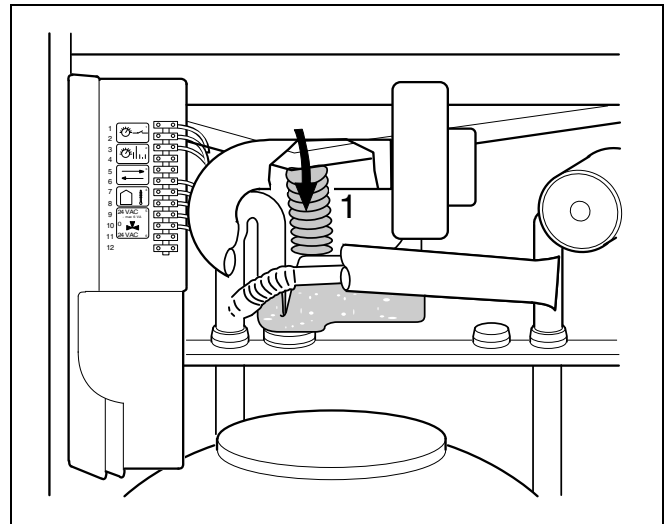

Abb. 18 Siphon mit Wasser füllen
- Schlauch von der Kondensatplatte abziehen (Abb. 18, Pos.1).